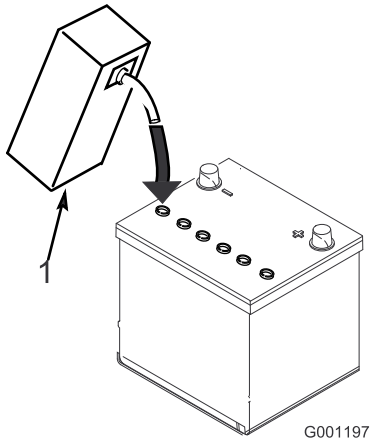

Figure 10
- Versez de l'électrolyte avec précaution dans chaque élément jusqu'à ce que les plaques soient recouvertes par environ 6 mm de liquide (Figure 10).
- Attendez environ 20 à 30 minutes pour que les plaques aient le temps de s'imprégner d'électrolyte. Faites l'appoint au besoin pour que le niveau de liquide monte à 6 mm en dessous du creux de remplissage (Figure 10).